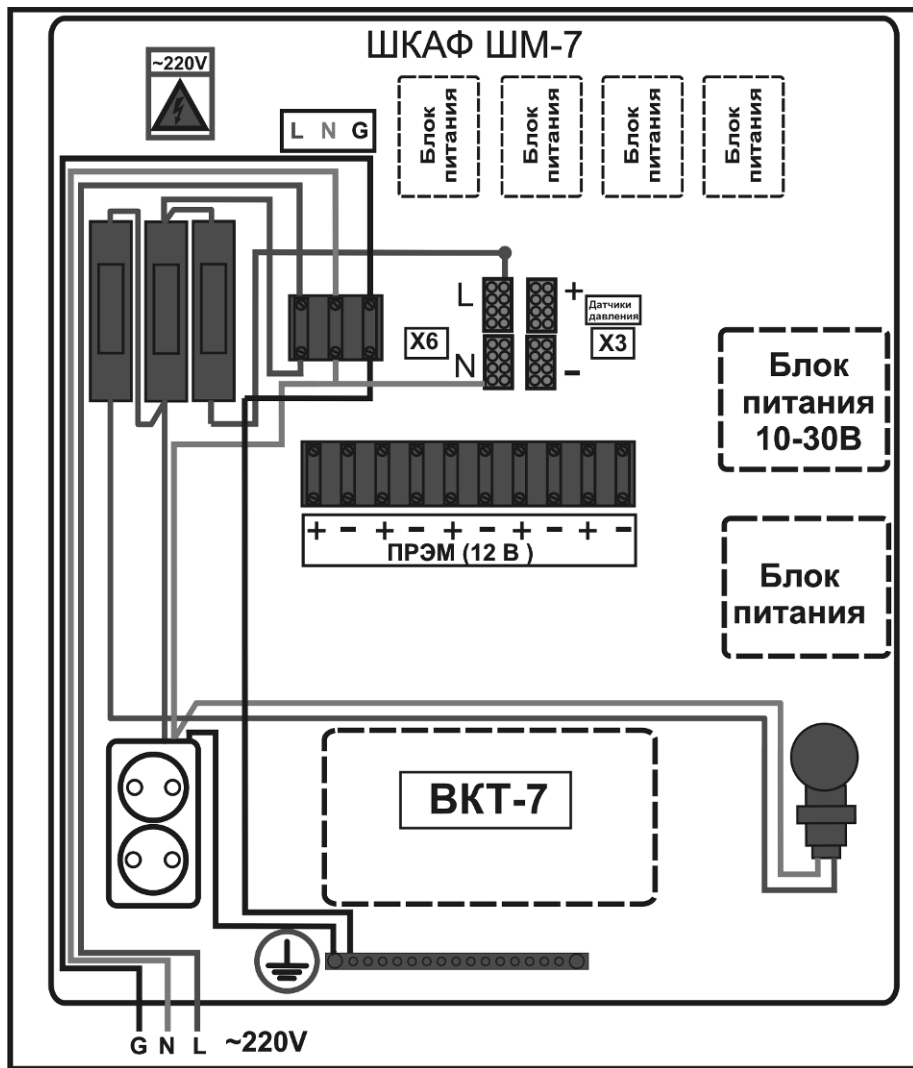

Рисунок 3 – Схема подключения
Схема подключения показана на рис. 3.
4. Соединить блоки питания датчиков с клеммниками в соответствии со схемой, приведенной на рис. 3.
7. Завести кабель питания через гермоввод PG7, подсоединить его к клеммнику согласно рис. 3 и зажать гермоввод. Для фиксации кабеля использовать держатели, входящие в комплект поставки.
9. Выполнить соединения линий питания датчиков и сигнальных линий в соответствии со схемой, приведенной на рис. 3, и эксплуатационной документацией составные части теплосчетчика. Для фиксации линий использовать стяжки и крепеж, входящие в комплект поставки.